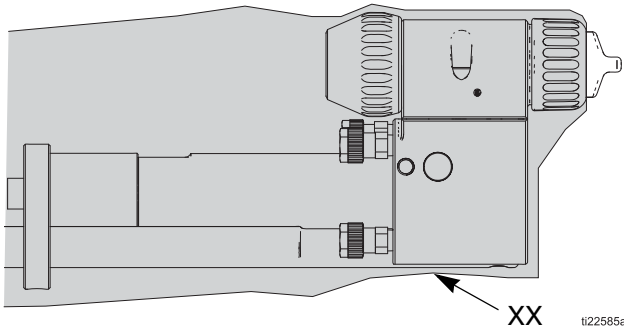

FIG. 17 Funda de pistola
Instale la funda de la pistola (XX) sobre la parte frontal de la misma y deslícela hacia atrás para cubrir los tubos y las mangueras expuestas de la parte posterior del colector. Consulte FIG. 17.